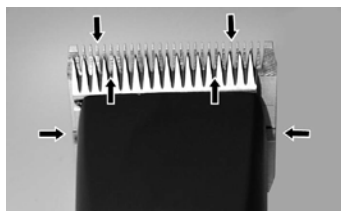

Abb. 21
Für ein gutes Scherergebnis und zur Erhöhung der Lebensdauer der Schermaschine und des Scherkopfes ist eine dünne Ölschicht zwischen dem Ober- und Untermesser unumgänglich (Abb. 21).
- ▶ Schermesser während der Schur ausreichend ölen (mindestens alle 15 Minuten), damit sie nicht trocken laufen (Abb. 21).
Die Messer müssen vor, während und nach jedem Gebrauch geölt werden. Wenn die Messer der Schermaschine Streifen hinterlassen oder sich verlangsamen, ist dies ein sicheres Zeichen, dass Sie Öl benötigen. Einige Tropfen Öl vorne und seitlich auf die Schermesser auftragen (siehe Pfeile Abb. 21). Überschüssiges Öl mit einem weichen, trockenen Tuch abwischen. Schmiersprays enthalten nicht genug Öl für eine gute Schmierung, eignen sich jedoch zur Kühlung der Schermesser. Beschädigte oder gekerbte Messer sofort auswechseln um Verletzungen zu verhindern.